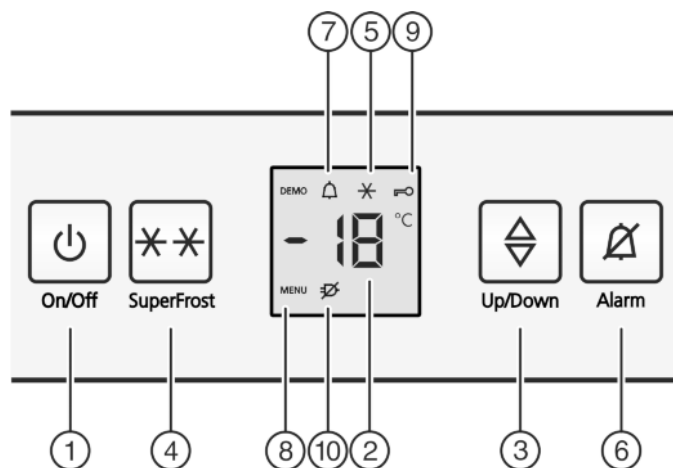

Fig. 2
- A SuperFrost ikon Fig. 2 (5) villog a hőmérsékletkijelzővel együtt.*
- Nyomja meg az On/Off gombot Fig. 2 (1).
- ▷ A berendezést bekapcsolta. A hőmérsékletkijelző és a riasztás jelzés Fig. 2 (7) villog, míg a hőmérséklet eléggé alacsony nem lesz.
- ▶ Beállítási mód aktiválása: Nyomja meg a SuperFrost gombot *Fig. 2 (4)* kb. 5 másodpercre.
- ▷ A kijelzőn megjelenik a Menü ikon *Fig. 2 (8)*.
- ▶ A SuperFrost billentyűvel *Fig. 2 (4)* röviden nyugtázza.
- ▷ A gyermekbiztosítás ikon *Fig. 2 (9)* világít a kijelzőn.
- ▶ Röviden nyomja meg az On/Off gombot *Fig. 2 (1)*.
- ▷ A gyermekbiztosítás ikon *Fig. 2 (9)* kialszik.
- ▶ Nyomja meg a riasztás gombot *Fig. 2 (6)*.
Egyidejűleg villog a hőmérsékletkijelző és a riasztás ikon *Fig. 2 (7)*.
A figyelmeztető hangjelzés automatikusan elnémul, a riasztás ikon *Fig. 2 (7)* eltűnik és a hőmérsékletkijelző is abbahagyja a villogást, mikor a hőmérséklet újra elégé alacsony.